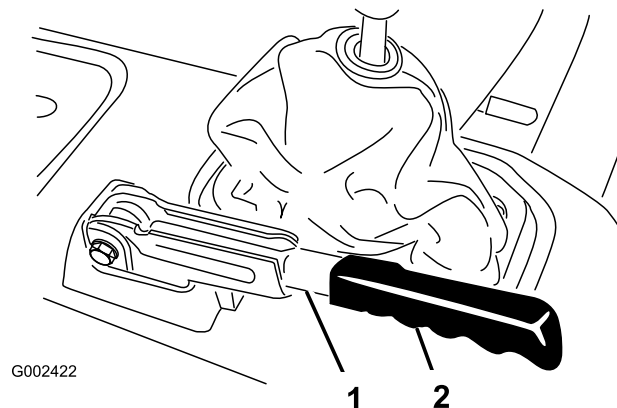

Figura 66
1. Retire la pieza de goma de la palanca del freno de estacionamiento (Figura 66).